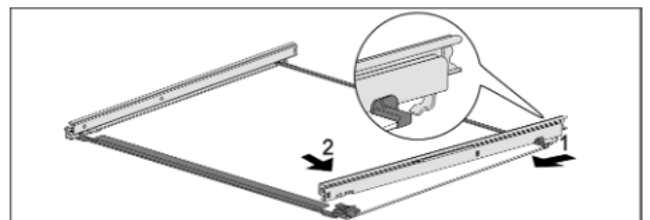

Fig. 53 Ripiano in vetro con guide
- ▶ Agganciare la guida sul lato posteriore. Fig. 53 (1)
- ▶ Innestare la guida sul lato anteriore. Fig. 53 (2)